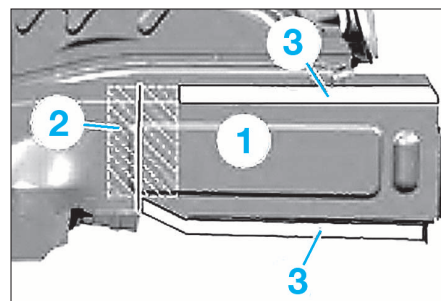

FIG. 38
- Ajuster la nouvelle partie extérieure de longeron (1) (Fig.38).